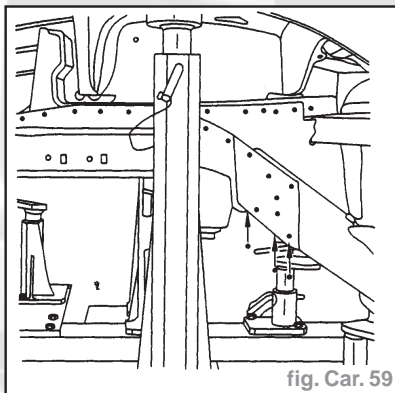

fig. Car. 59
- Souder par points "bouchon" Mag (fig. Car. 59).